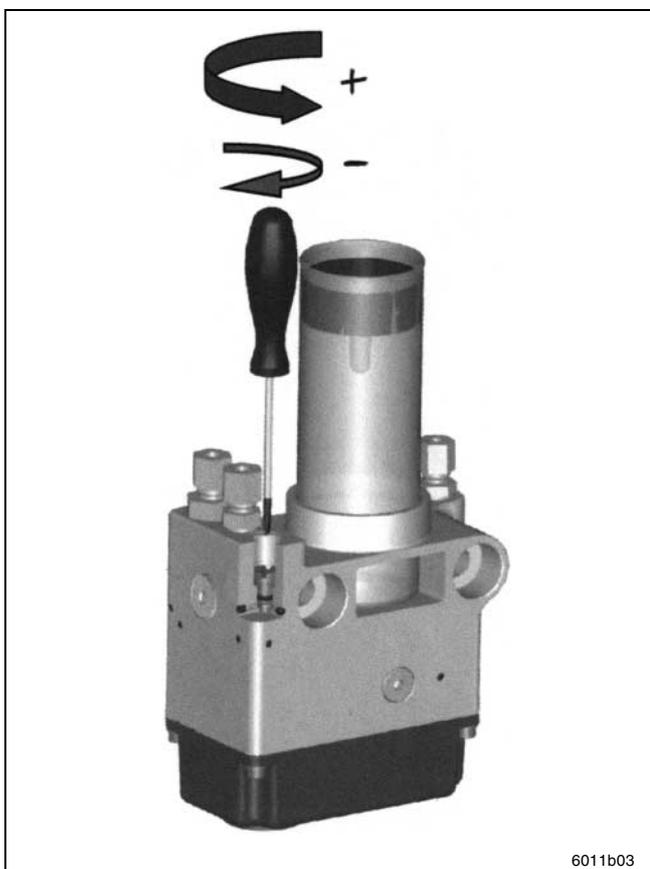

Abb. 3 Drosseleinstellung
- fördert kontinuierlich Schmierstoff zur Schmierstelle, während das Hydraulikgerät arbeitet. Bei Stillstand des Hydraulikgerätes bleibt die Pumpe stehen. Die Fördermenge ist über die Einstelldrossel verstellbar (siehe Abb. 3 und Abb. 13)
- Drehen gegen den Uhrzeigersinn - mehr Schmierstoff (siehe Abb. 3 und Fördermengendiagramm S. 14)